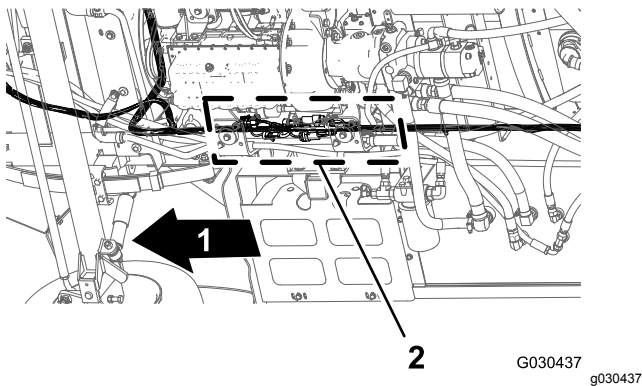

Figure 86
1. En passant sous la machine, le long du tube de cadre droit, localisez les connecteurs pour les faisceaux avant et arrière de la machine (Figure 86).